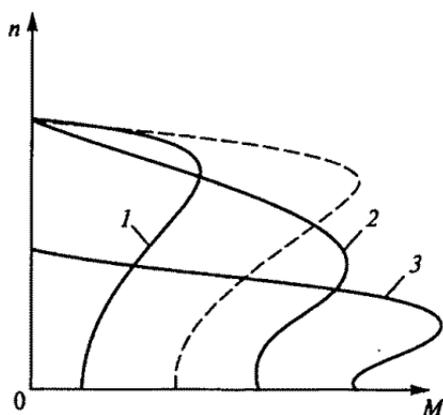

Рис. 221
9.38. Естественная механическая характеристика асинхронного двигателя показана на рис. 221 штриховой линией. Указать, какой вид (1... 3) будет иметь искусственная механическая характеристика, если в цепь ротора ввести добавочное сопротивление.